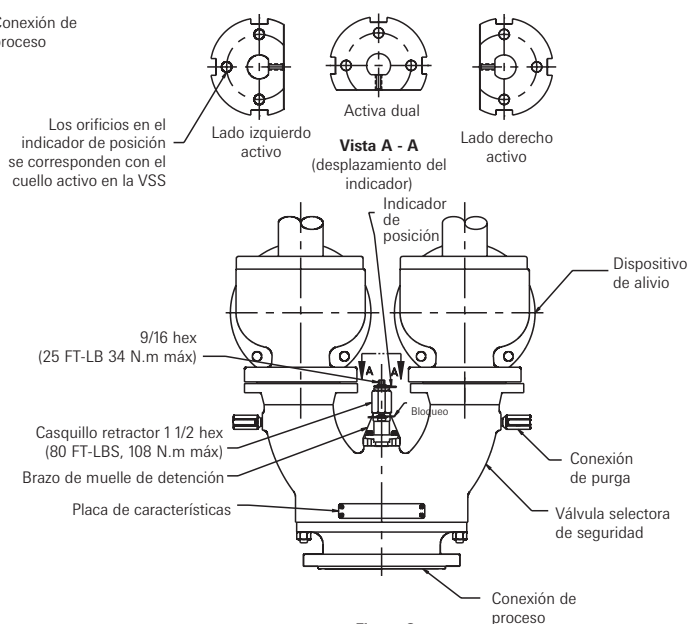

Figura 3
La VSS activa dual permite la conexión simultánea de dos válvulas de alivio de presión al proceso. También puede operarse para aislar cualquiera de ambas válvulas de alivio de presión cuando sea necesario. No intente conmutarlas durante un evento de alivio de presión. Consulte la Figura 3 y siga estos pasos:
4. Tire del muelle de retención para que pueda salvar la muesca del indicador y gire el 9/16" hexagonal a la posición deseada. El par máximo es de 25 ft/lb. Consulte la vista "A-A" de la Figura 3.